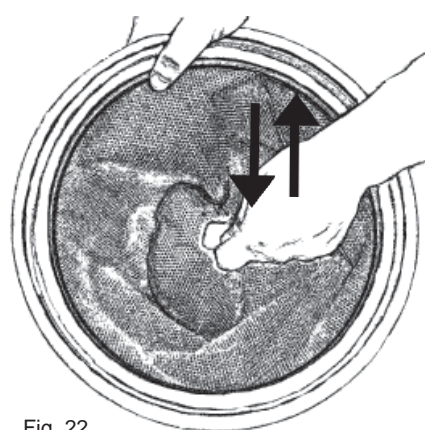

Fig. 22
1. Remettez le filtre nettoyé/secoué dans le bac, fig. 22. Assurez-vous que le support pour filtre s'emboîte dans le bord intérieur du bac à poussière. Veillez à ce que le filtre soit correctement positionné - la poignée en tissu du filtre doit être visible.